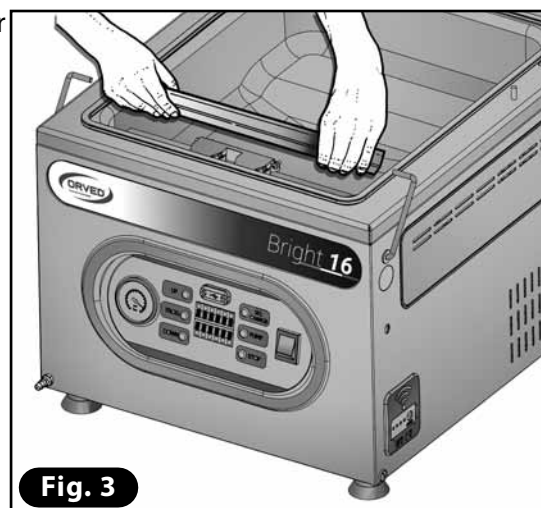

Fig. 3
- 3) Replacer la barre de soudure dans la vasque en faisant attention à l'insérer correctement dans les contacts électriques (**Fig. 3**).